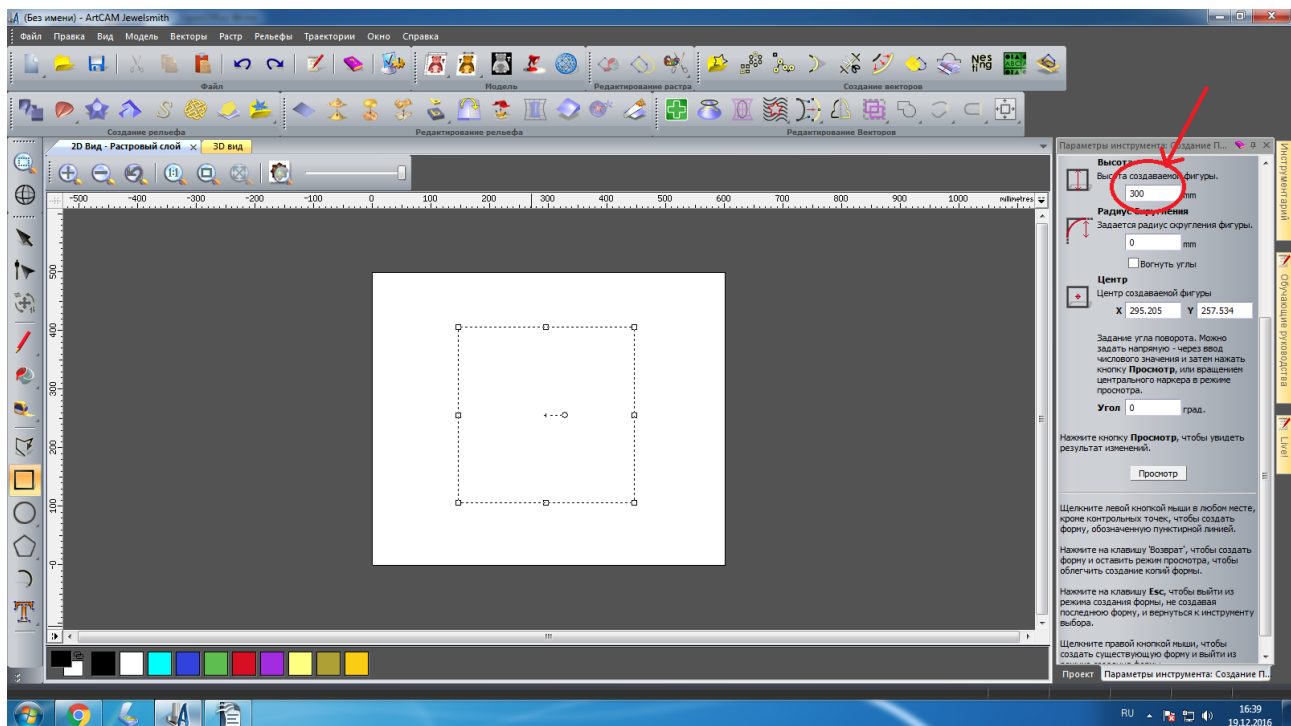

Рисунок 6. Параметры инструмента. Создание квадрата.
6. Параметр ширины закроется будет только высота, рисунок 6